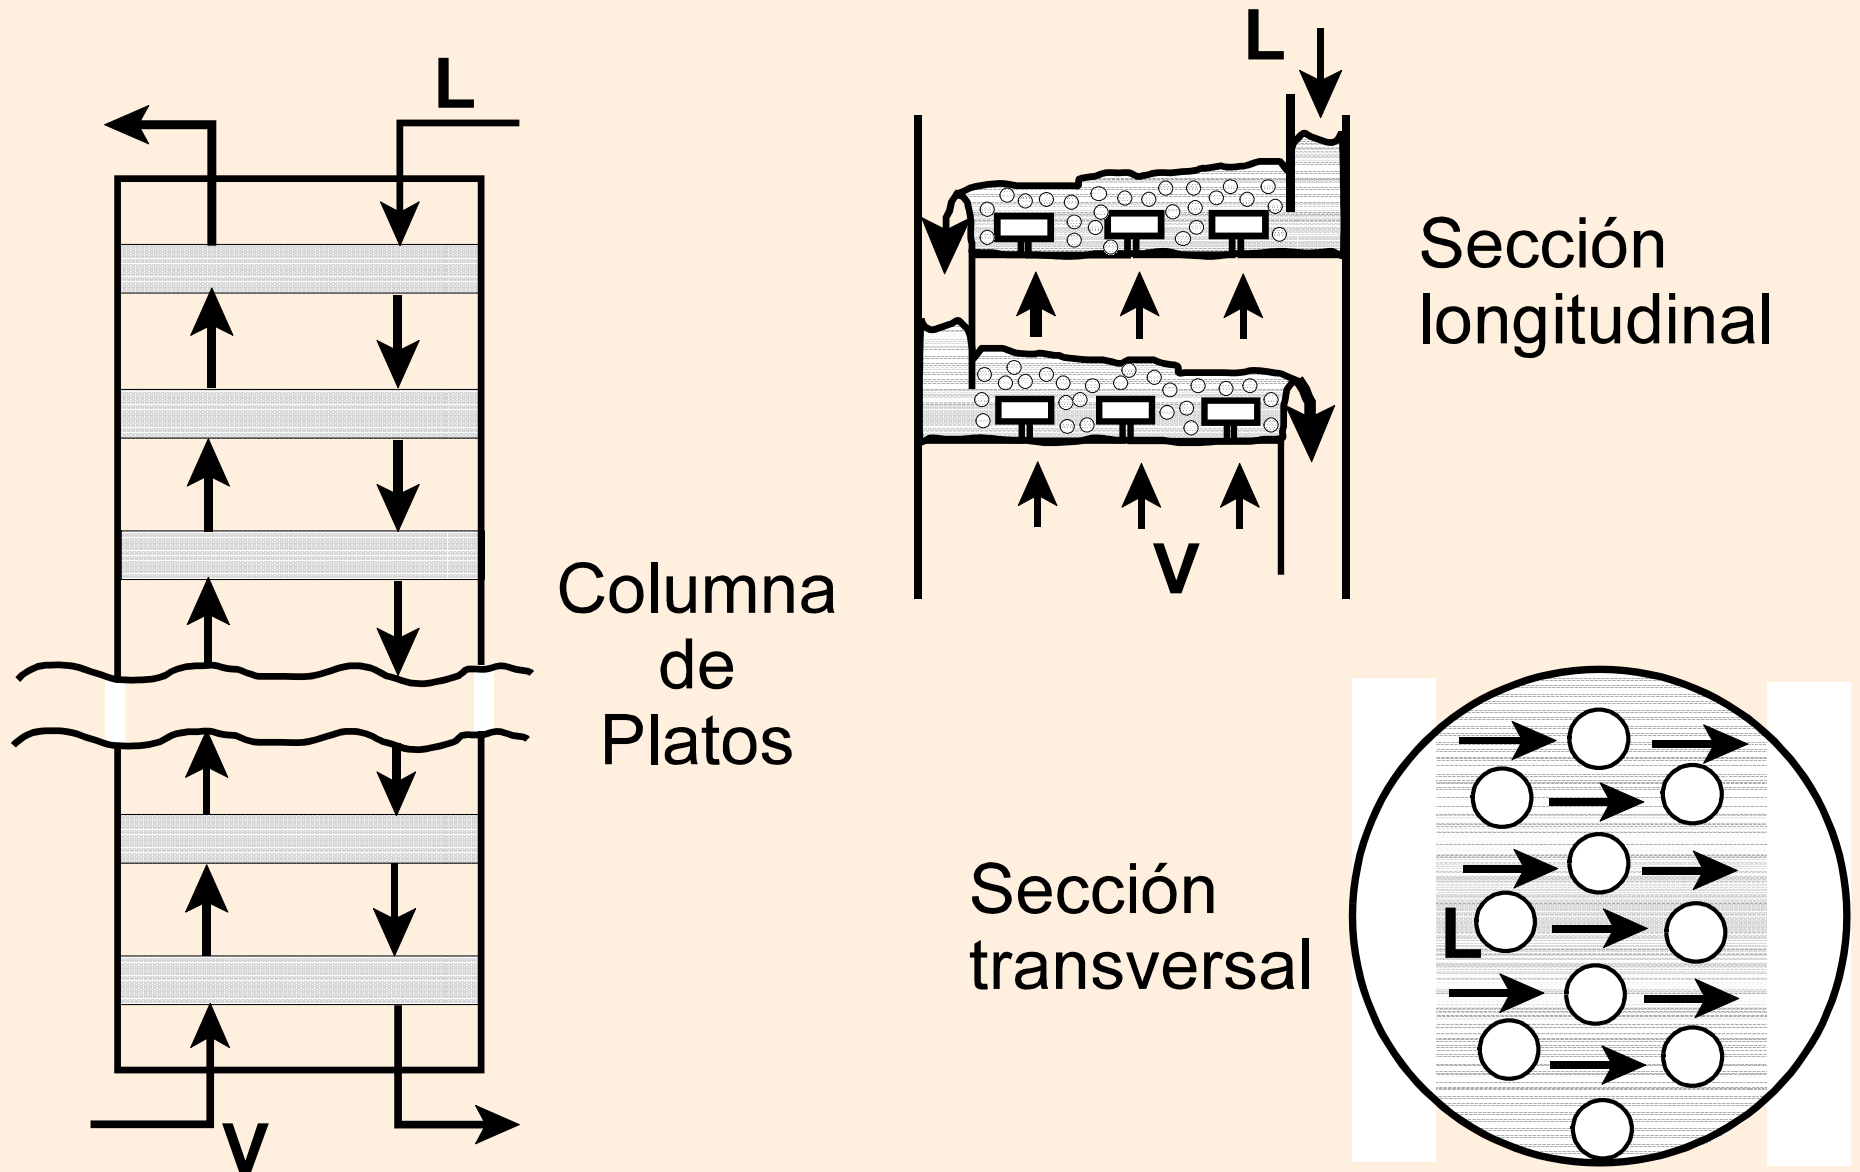

Figura 5.3: Contacto intermitente en columna de platos.
- **Contacto intermitente (Figura 5.3):** Las fases se mezclan durante cierto tiempo, se separan y se vuelven a mezclar en intervalos sucesivos (etapas de contacto múltiple); si la mezcla es tan efectiva que las fases salen en equilibrio se habla de “*etapa ideal*”; las dimensiones dependen del número de etapas y de su eficacia; los equipos en las *columnas de platos*, cilindros divididos en pisos, a cada uno de los cuáles acceden las fases y se ponen en contacto mediante los dispositivos adecuados.